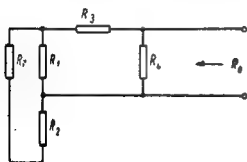

Bild 27
2. Nun bestimmt man den Widerstand, der an den Klemmen A und B anliegt, wenn man in die Schaltung hineinsieht. Alle im Stromkreis vorhandenen Ursprungsquellen E werden kurzgeschlossen gedacht (Bild 27). Der errechnete Widerstand ist dann der Innenwiderstand  $R_0$  der an den Klemmen A und B gedachten „Ersatzspannungsquelle“.